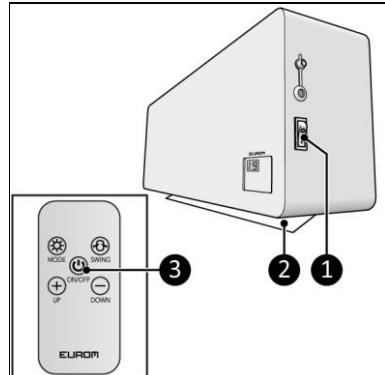

Figure 13
1. Mettez le commutateur ON/OFF sur la position ON (figure 13, pos. 1).
3. Appuyez sur la touche MODE de l'appareil (figure 13, pos. 2) ou sur la touche ON/OFF de la télécommande (figure 13, pos. 3).
1. Appuyez sur la touche MODE de l'appareil (figure 13, pos. 2) ou sur la touche ON/OFF de la télécommande (figure 13, pos. 3).